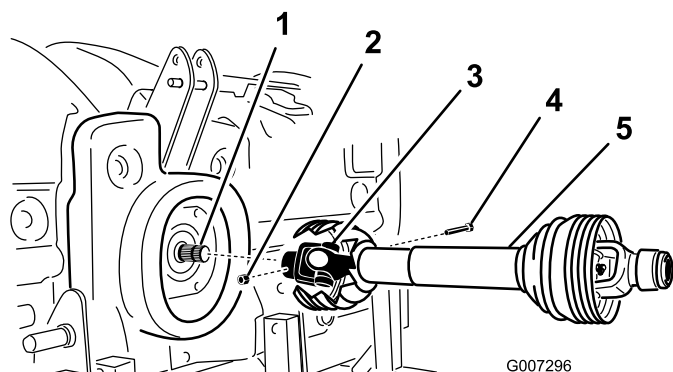

Figure 8
2. Accouplez l'arbre de PDF à l'arbre d'entrée de la boîte d'engrenages au moyen d'un boulon de 1/2 x 3,00" et d'un écrou de 1/2" (Figure 8).